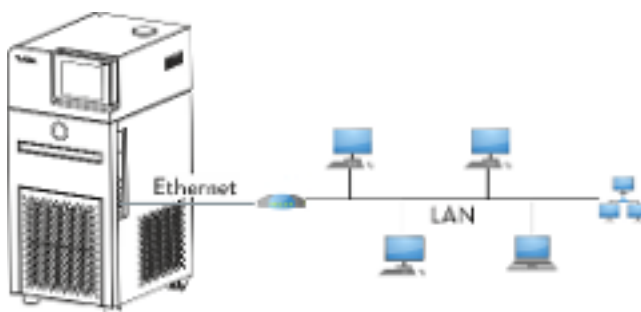
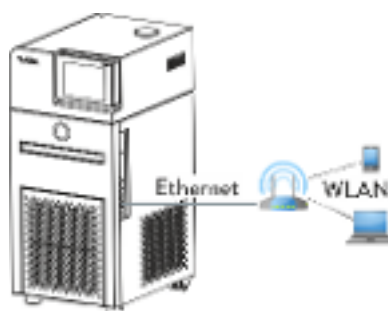

Fig. 15 : Connexion par réseau local
Fig. 17 : Connexion par WiFi
La Fig. 15 représente la connexion de l'appareil de thermorégulation à un pupitre de commande/PC par un réseau local.
La Fig. 17 représente une connexion WiFi directe entre le pupitre de commande/PC et l'appareil de thermorégulation LAUDA. Le routeur WiFi doit alors être configuré en tant que point d'accès. La configuration du routeur WiFi est décrite dans le mode d'emploi du routeur.
- Pour les connexions telles que représentées sur Fig. 16 et Fig. 17, il est possible de recourir à des routeurs WiFi de modèle courant. Ceux-ci doivent présenter la fonction de connexion requise et répondre aux exigences du pays dans lequel ils sont exploités. Pour la structure telle que représentée sur Fig. 16, LAUDA recommande toutefois d'utiliser un routeur WiFi industriel.
17. Connecter l'interface Ethernet de l'appareil de thermostatisation tel qu'illustré sur les Fig. 15 à Fig. 17. Utiliser un câble Ethernet classique (cordon de raccordement).
8. Connecter l'interface Ethernet de l'appareil de thermorégulation tel qu'illustré sur les Fig. 15 à Fig. 17 . Utiliser un câble Ethernet classique (cordon de raccordement).